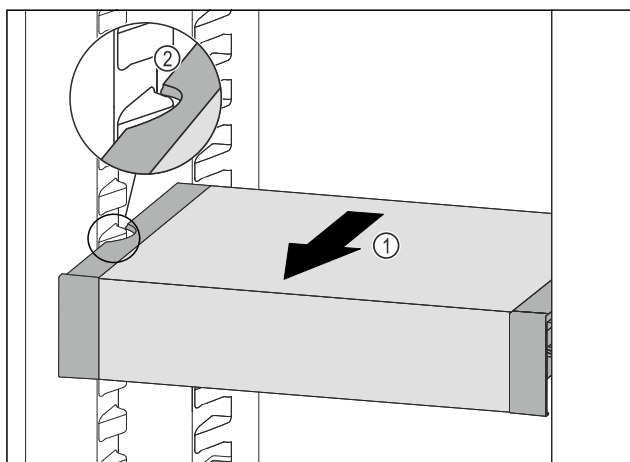

Fig. 214
- Táhněte VarioSafe dopředu Fig. 214 (1), dokud nebudou boční vybrání VarioSafe na úrovni žebrování na nádoby v chladničce. Fig. 214 (2)